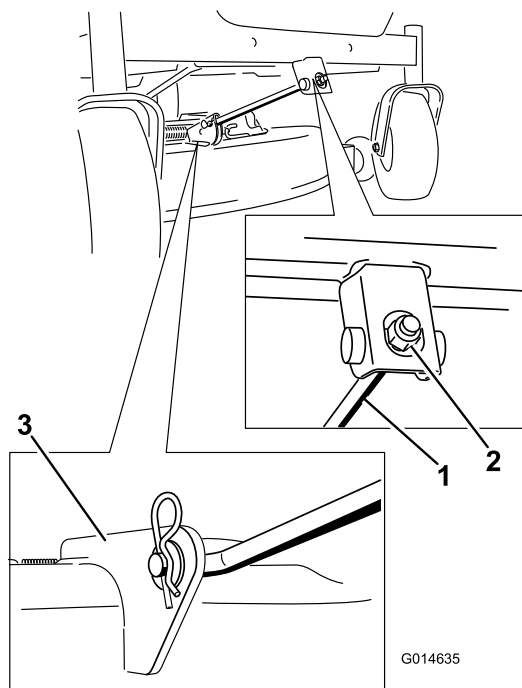

Figura 66
5. Retire la chaveta de la varilla de soporte delantera y retire la varilla del soporte de la carcasa (Figura 66).
6. Conecte la varilla de soporte delantera a la carcasa de corte con el pasador y la chaveta (Figura 66).